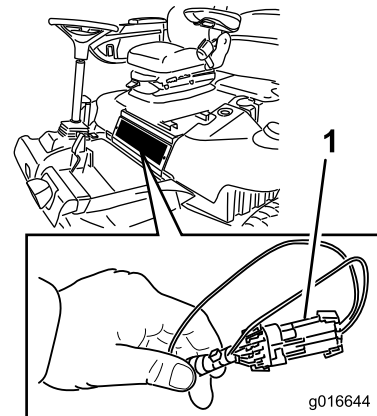

図 43
2. 座席の前の下にあるアクセスパネルを外す（図 43）。
3. コントローラの近くにあるワイヤハーネスとそのコネクタを探し出す（図 43）。